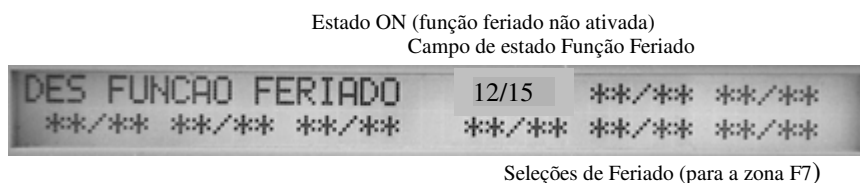

Figura 46 Modelo de Leitura de Estado para a Função Feriado
O Controle da Tempo ficará ativo em todos os dias da semana listados na função F5 ou F6. Os feriados listados na função F7 serão excluídos, a menos que você liste os feriados (F) na seleção do dia da semana das funções F5 e F6 (mostrados na Figura 46). Insira as funções do tempo em formato 24-horas com a hora OFF mais tarde que a hora ON. Depois de alterar a programação, utilizando o Controle de Hora, sempre reinicialize o painel de controle.